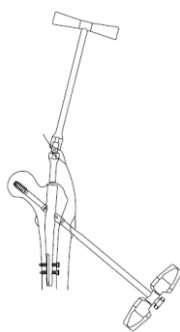
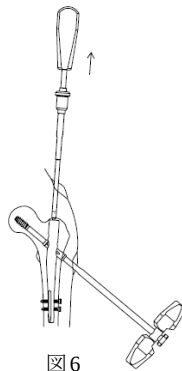

図 5
図 6
- 5) 内部のセットスクリューが固着している場合は、一旦、IPT ネイル抜去用アダプタ (L) を取り外し、ロッキングエクストラクター用ユニバーサル T レンチを用い、SS ラグスクリュー用 T レンチ (S) を把持しながらネイル内部六角部を完全に緩めた後 (図 5)、グリップハンドルに装着した SS ロッキングエクストラクター用ドライバーをセットスクリューにねじ込み、グリップハンドルを引き上げることでセットスクリューの固着を外します。(図 6)